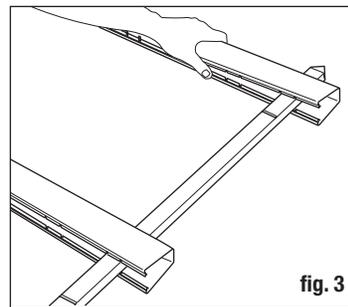

fig. 3
- Continuez de pousser le piquet à travers la traverse inférieure, dans la gorge et le trou de la seconde traverse inférieure (fig. 3). La deuxième traverse deviendra la traverse supérieure de l'ensemble. Arrêtez lorsque la languette de la traverse inférieure et l'encoche sur la latte s'alignent. **NE PAS ENCLIQUER EN PLACE.**